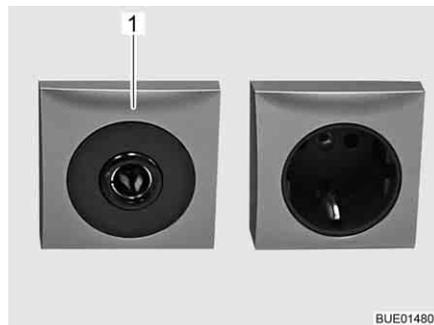

Fig. 131 Tomada de 12 V/10 A
- ▷ Nas tomadas (Fig. 131,1) de 12 V da rede elétrica ligue unicamente aparelhos com um máximo de 10 A.